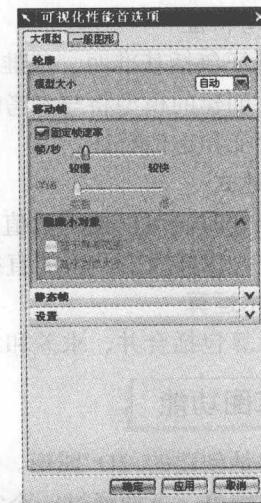

图 1-5 “可视化性能首选项”对话框
(4) 可视化性能：单击该命令，弹出如图 1-5 所示的对话框。该对话框用于设置动画速度、模型大小等选项。